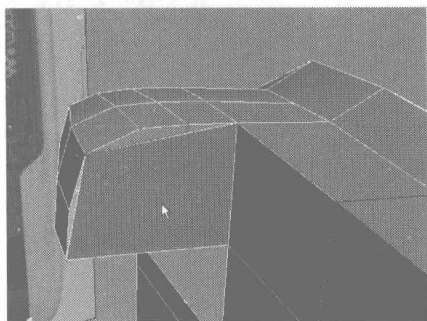
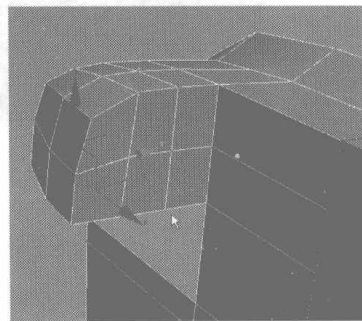

图 4.249
图 4.250
- 08** 同样拉伸出如图 4.249 所示的面, 并为该面适当地添加一些细分线, 再将其接缝处的节点焊接, 如图 4.250 所示。